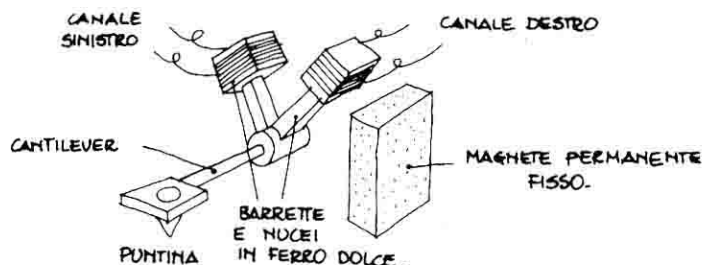

Fig. 15 - Costituzione del pick-up «a magnete indotto».
4. **Pick-up «a semiconduttori»** (fig. 15). Le vibrazioni della puntina causano delle variazioni di resistenza elettrica in due barrette di materiale semiconduttore ad essa associate. Un particolare circuito trasforma poi queste «variazioni di resistenza» in segnale di uscita ad audiofrequenza.
5) **Pick-up «a magnete indotto»** (fig. 15). Il principio di funzionamento di questo **pick-up** è simile a quello del fonorivelatore «a magnete mobile» o «magnetodinamico» (vedere più oltre). In questo caso, però, due barrette di ferro dolce fissate all'asta portapuntina vengono magnetizzate per induzione da un magnete fisso posto nelle vicinanze, e ad esse non collegato meccanicamente. Le due barrette magnetizzate di ferro dolce, vibrando solidalmente alla puntina, inducono energia elettrica in due bobine fisse, ai capi delle quali si trova il segnale audio «L» ed «R», che poi viene inviato all'amplificatore.